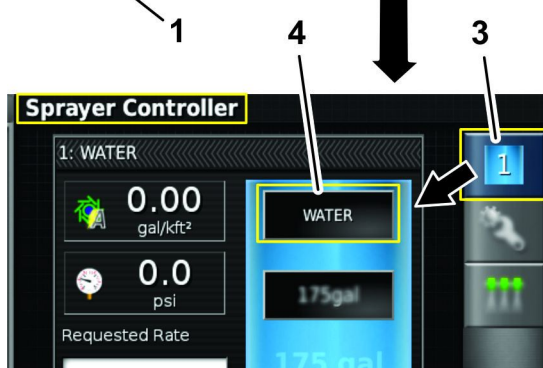

Figura 26
2. Pressione o ícone do Controlador do pulverizador e expanda o painel do controlador do pulverizador (Figura 26).
3. Pressione o ícone ECU 1 (Figura 26).
4. Pressione o ícone de CONFIGURAÇÃO DE PRODUTO (Figura 26).